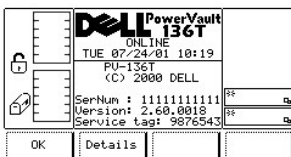

Figure 121. Main Menu > More > Menu About
- 1 Le menu About s'affiche. Ce menu offre deux options. Reportez-vous à la Figure 121.